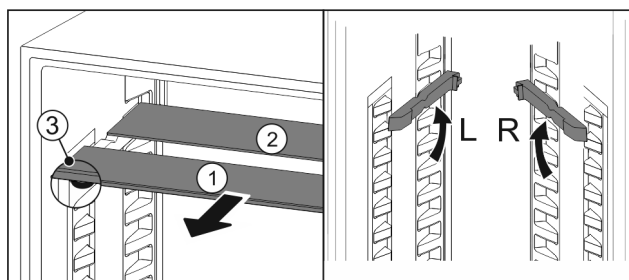

Fig. 23
- ▶ По одной извлеките Fig. 23 (1) стеклянные панели движением вперед.
- ▷ Стеклянная панель *Fig. 23 (1)* с декоративной планкой лежит спереди.
- ▷ Стопоры *Fig. 23 (3)* показывают вниз.